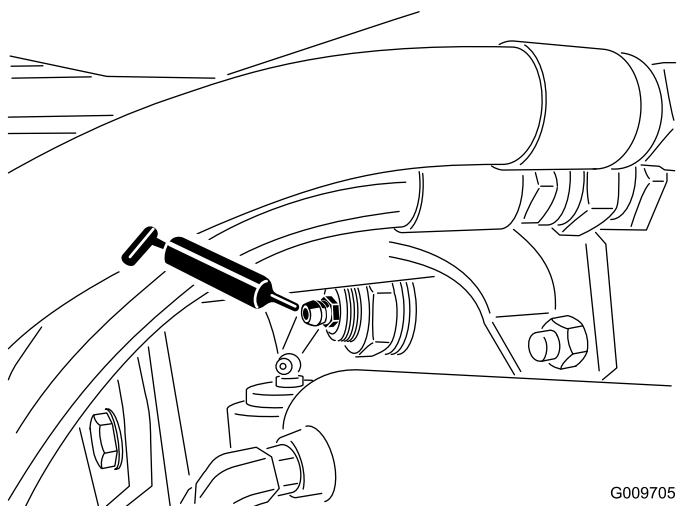

Figura 47
- Boccole orientabili (2) dell'assale posteriore (Figura 47)